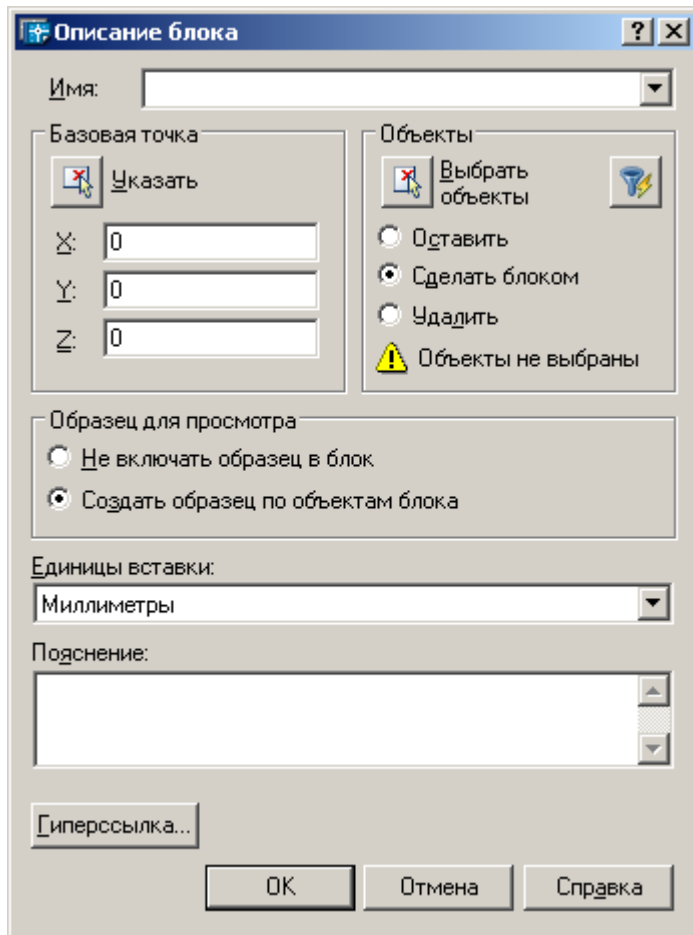

Рис.3 Діалогове вікно «Описание блока»
3. У діалоговому вікні «*Описание блока*» (рис.3) ввести ім'я блоку.
7. У групі «*Базовая точка*» (рис.3) задати координати базової точки вставки одним із способів: